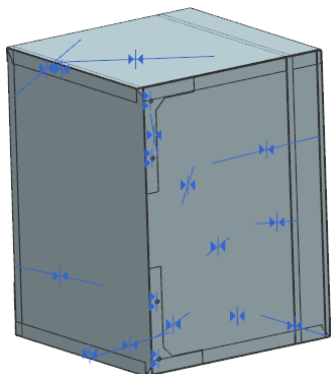

图 11-287 安装左加强条
(6) 同理，安装上述步骤安装左加强条，如图 11-287 所示。